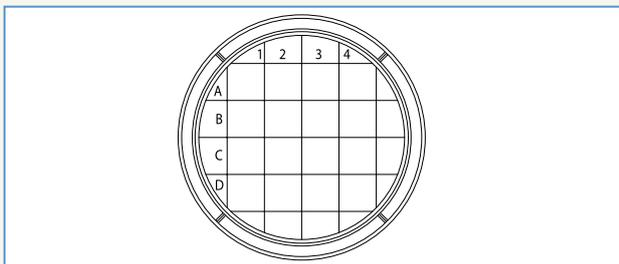

Abbildung 1 :
- Graduierung und Unterteilung in 10-mm-Quadrate ermöglicht eine schnelle und einfache Auswertung (Abb. 1)